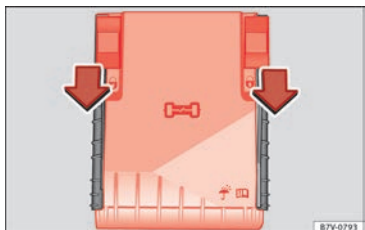

Abb. 59 Im Motorraum: Abdeckung des Sicherungskastens.
- Verriegelungstasten in Pfeilrichtung nach vorn schieben, um die Abdeckung des Sicherungskastens zu entriegeln » Abb. 59.